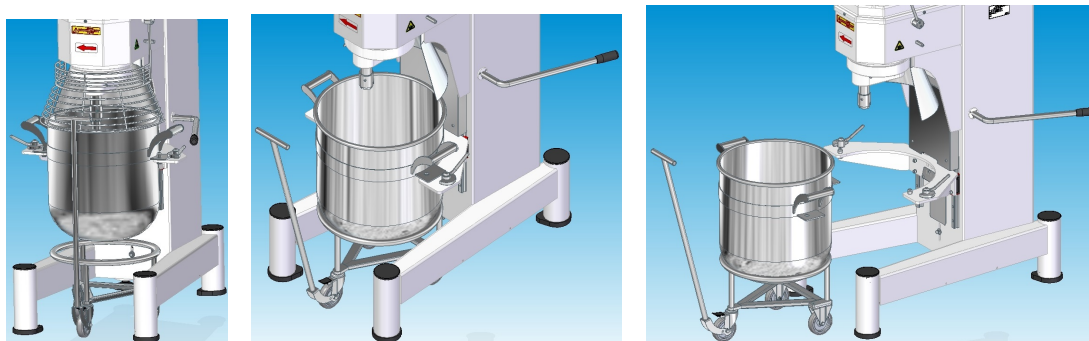

Рис. 6 Установка/извлечение дежи при помощи тележки
7.3.4. В случае если общий вес дежи с продуктом превышает 20 килограммов, рекомендуется использование специальной тележки (дополнительная опция) (рис. 6).